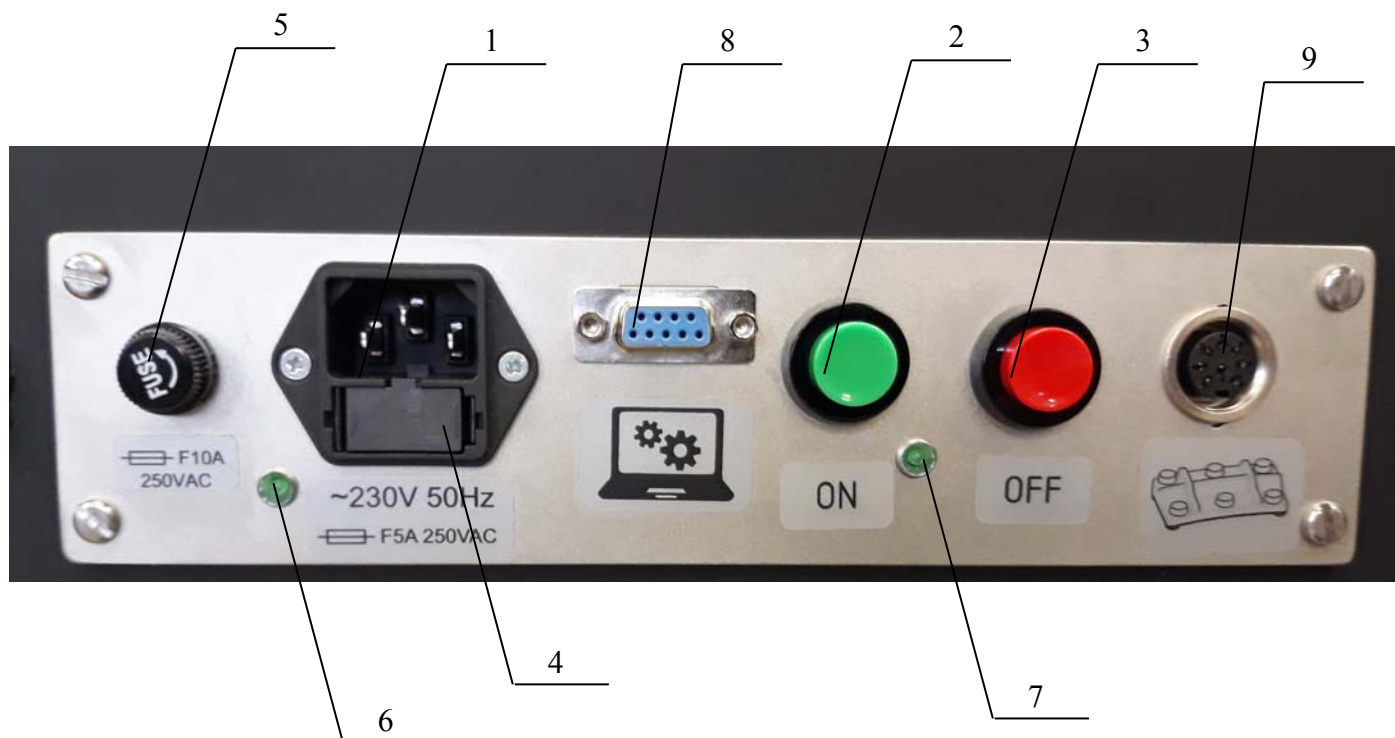

Рисунок 4 – Панель питания.
9.7 В держатель предохранителя 5 (Рисунок 4), расположенный на панели питания, установите предохранитель 10А. Для этого необходимо снять крышку держателя предохранителя, открутив ее в направлении, указанном стрелкой на крышке, установить предохранитель и закрутить крышку в обратном направлении.
9.8 Для включения стола нажмите кнопку 2 на панели питания (Рисунок 4). При этом загорится светодиодный индикатор 7.
9.10 После окончания работы выключите стол нажав кнопку 3 (Рисунок 4). Стол отключится автоматически, если в течение двух часов не происходит нажатие хотя бы одной кнопки пульта.
10.1.1 Для включения пульта нажмите и удерживайте 3 секунды кнопку 1 «OFF/ON» (Рисунок 5 а) пульта управления. Должен загореться индикатор 11 зеленого цвета. Он отображает степень зарядки батареи. При полной разрядке батареи индикатор горит красным цветом. Раздается прерывистый звуковой сигнал. При разряженных батареях вставьте один конец съёмного шнура питания в разъём 1 (Рисунок 4), а второй – в сеть питания $\sim (230\pm 23)V$, $(50\pm 0,1)$ Гц.
Внимание! Зарядка аккумуляторных батарей должна проводиться при включенном столе. При этом должны гореть оба светодиодных индикатора 6, 7 (Рисунок 4) и индикаторы 12 на пультах мигают зеленым цветом (Рисунки 5, 6). Если индикатор 7 не горит, нажмите кнопку 2 на панели питания (Рисунок 4).